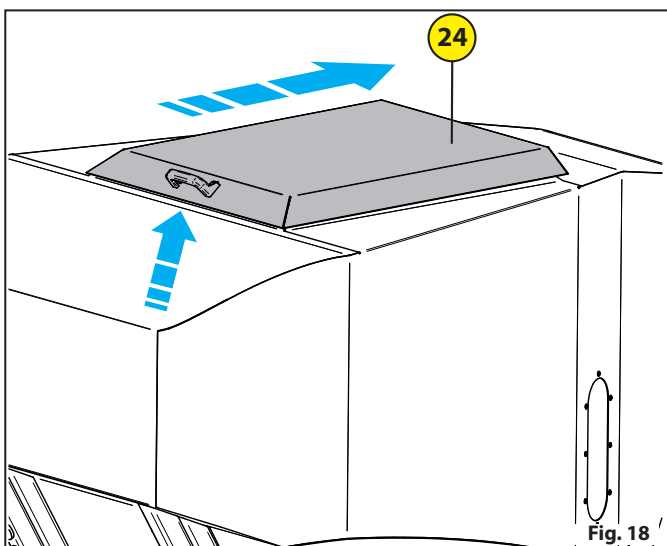

Fig. 18
- Otworzyć pokrywę zbiornika **24**, unosząc ją lekko za pomocą rączki i przesunąć na prowadnicach « Fig. 18 ».